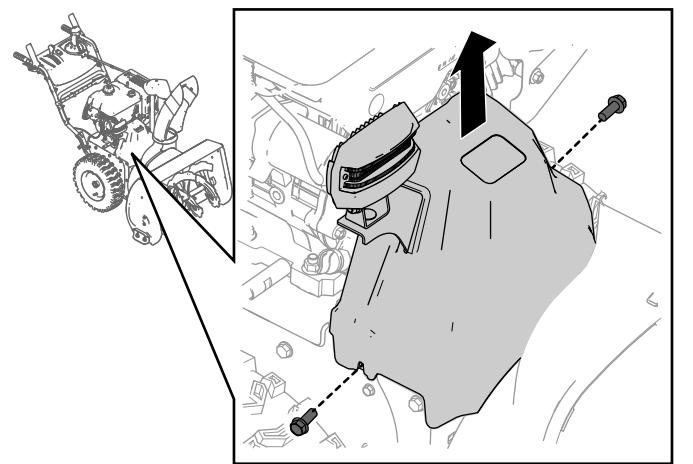

Figure 25
1. Enlevez les 2 vis de fixation du protège-courroie (Figure 25).
2. Déposez le protège-courroie (Figure 25).